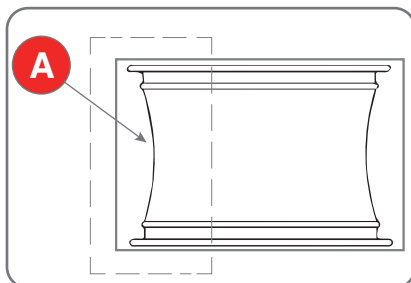

Fig. 6.3
Ruote con cerchi in lega: alcune ruote con cerchi in lega presentano un canale del cerchio (A) minimo o non presentano alcun canale - (Fig.6.3). Tali cerchi non sono approvati dagli standard del DOT (Department of Transportation - Dipartimento dei trasporti). La sigla DOT certifica la conformità degli pneumatici agli standard di sicurezza adottati dagli Stati Uniti e il Canada (tali ruote non possono essere commercializzate in questi mercati).